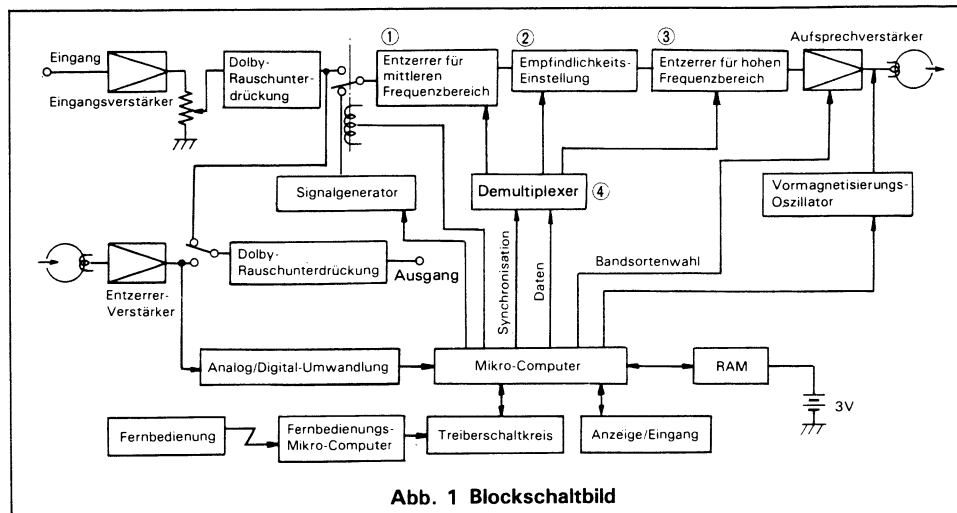

Abb. 1 Blockschaltbild
Für die Übertragung der Daten zwischen dem Mikro-Computer und den Peripheriegeräten werden die Daten vom Mikro-Computer an die Regelstufe des Entzerrers (Abb. 1 - ①, ②, ③) ausgegeben, wobei insgesamt sechs Kanäle für den linken und rechten Kanal erforderlich sind. Um die Anzahl der Ein-/Ausgangsklemmen des Mikro-Computers auf ein Minimum zu begrenzen, wird ein 6-Kanal-Demultiplexer ④ verwendet, wobei die Daten nach dem Zeitmultiplex-System übertragen werden. Der Demultiplexer wird über Zeitsignale und Links/Rechts-Schaltssignale gesteuert bzw. ist mit diesen Signalen synchronisiert. Diese Signale werden im Mikro-Computer erzeugt. Die Daten gelangen vom Mikro-Computer in den Vormagnetisierungs-Oszillator, um die Vormagnetisierung zu steuern.
Das Bezugssignal wird in dem im Blockschaltbild in Abb. 1 gezeigten Signalgenerator erzeugt. Dieses Signal wird auf Band aufgenommen und danach wieder abgespielt. Das reproduzierte Signal wird im Analog/Digital-Umformer in eine Binärzahl verwandelt, um die Differenz zwischen den Bezugswerten zu erhalten. Das Gerät stellt danach die Aufnahmeempfindlichkeit anhand dieser Differenzkomponenten ein. Dieser Vorgang ist notwendig, um zu verhindern, daß der Ausgangspegel während der Vormagnetisierungseinstellung in der nächsten Stufe den Analog/Digital-Umwandlungsbereich übersteigt.